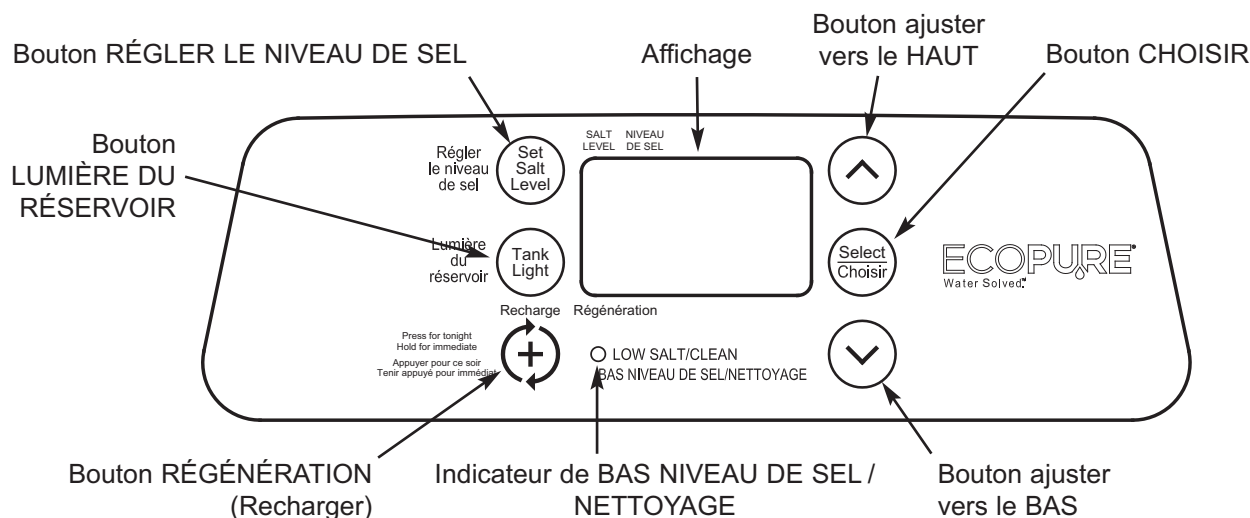

FIG. 16
5. Amorcez la régénération en appuyant le bouton RÉGÉNÉRATION (Régénérer) pendant 3 secondes (voir la figure 16 à la page 13). Le moteur de la soupape se met en marche et la soupape avance en position « Remplir ».